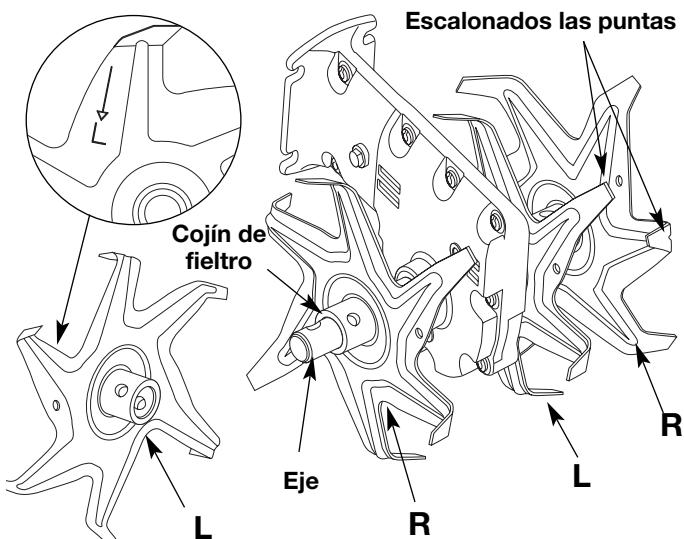

Fig. 12
6. Sostenga el regulador y la agaradera con una mano y agarre el cordón de arranque con la otra mano. Use el pie para aguantar el cultivador (Fig. 12).
7. Antes de volver a instalar los pasadores de horquilla y las presillas de los pasadores, asegúrese de que las puntas de los dientes estén escalonadas cuando se comparan entre sí (Fig. 12).